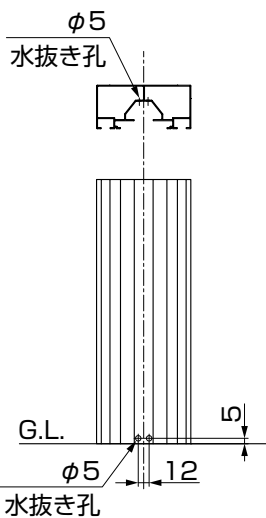

図2-3 水抜き孔の加工位置
- やむをえず水が抜けにくい場合には、G.L面より5mm程度上部の柱内側に $\phi 5$ の水抜き孔2箇所をあけてください。(図2-3参照)